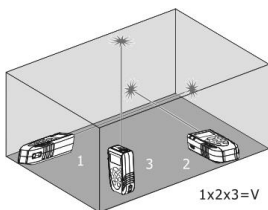

Fig. 6: Exemplo de medição do Volume
3. Premir o botão  para efetuar a primeira medição (comprimento) da superfície (ver Fig. 6). O valor correspondente é inserido no primeiro display parcial. O símbolo  é apresentado com o lado “1” intermitente
efetuar a segunda medição (largura) da superfície (ver Fig. 6). O valor correspondente é inserido no segundo display parcial. O valor da área correspondente é apresentado no display resultante. O símbolo “” é apresentado com o lado “2” intermitente
5. Premir agora o botão  para efetuar a terceira medição (altura) (ver Fig. 6). O valor total do volume é apresentado no display principal resultante